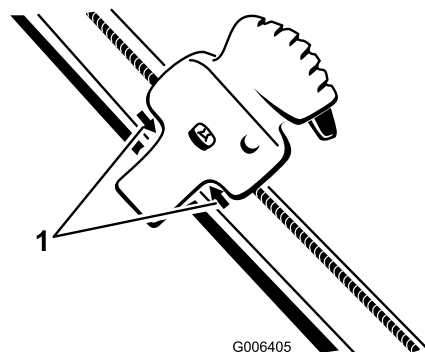

Figura33
- Poziționați controlul Quick Shoot între cele 2 săgeți amplasate în partea dreaptă a mânerului superior (Figura33).